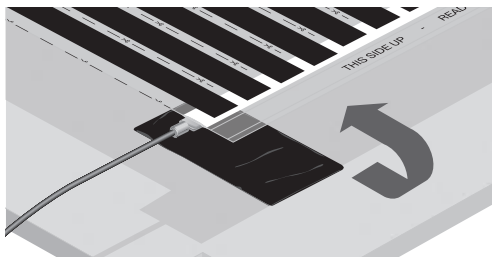

Fig. 9. Dæk terminalerne med tape
14. Alle forbindelser til rækkerne af varmemefolie skal dækkes med et stykke mastiktape, 50 mm bredt og ca. 100 mm langt. Fastgør halvdelen af tapen på enten undersiden eller oversiden, og fold den derefter om til den anden side. (fig. 9)